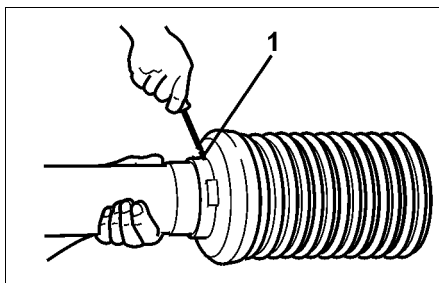

Fig. 20
- Skru ut låseskruen (Fig. 20/1).